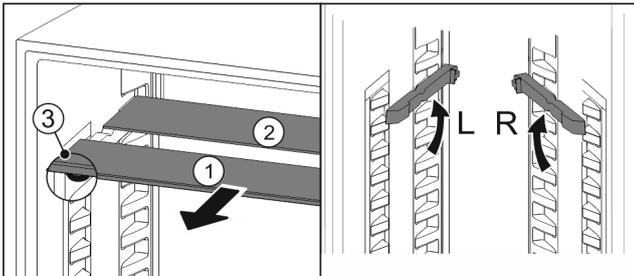

Fig. 69
- ▶ Retire las planchas de cristal individualmente hacia delante Fig. 69 (1).
- ▷ La placa de vidrio Fig. 69 (1) con moldura está situada delante.
- ▷ Los topes Fig. 69 (3) miran hacia abajo.